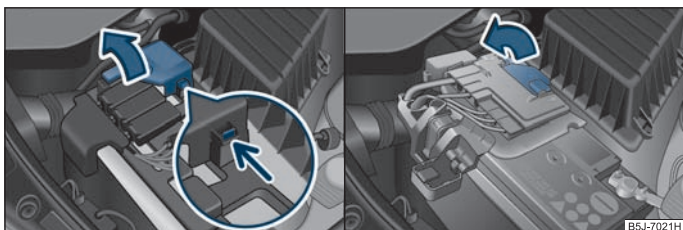

Abb. 145 Batterie: Abdeckung hochklappen (automatisches Getriebe) / (Schaltgetriebe)
- Entriegeln Sie die Verrastung an der Pluspol-Seite der Batterie ⇒ Abb. 145 - links.
- Klappen Sie die Abdeckung in Pfeilrichtung hoch ⇒ Abb. 145 - links (automatisches Getriebe) bzw. ⇒ Abb. 145 - rechts (Schaltgetriebe).